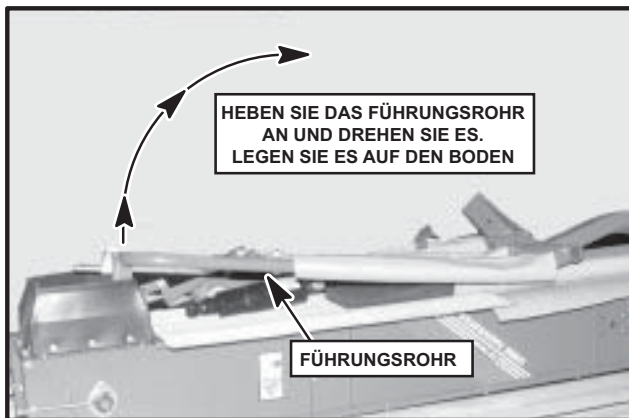

Abbildung 2
- Entfernen Sie das Transportband, mit dem die Fördervorrichtung und einzelne Teile an der Palette befestigt sind. Entfernen Sie alle losen Einzelteile von der Palette, mit Ausnahme der Fördervorrichtung. Entfernen Sie alle Bänder, mit denen das Führungsrohr an der Fördervorrichtung gesichert wird (siehe Abb. 2).